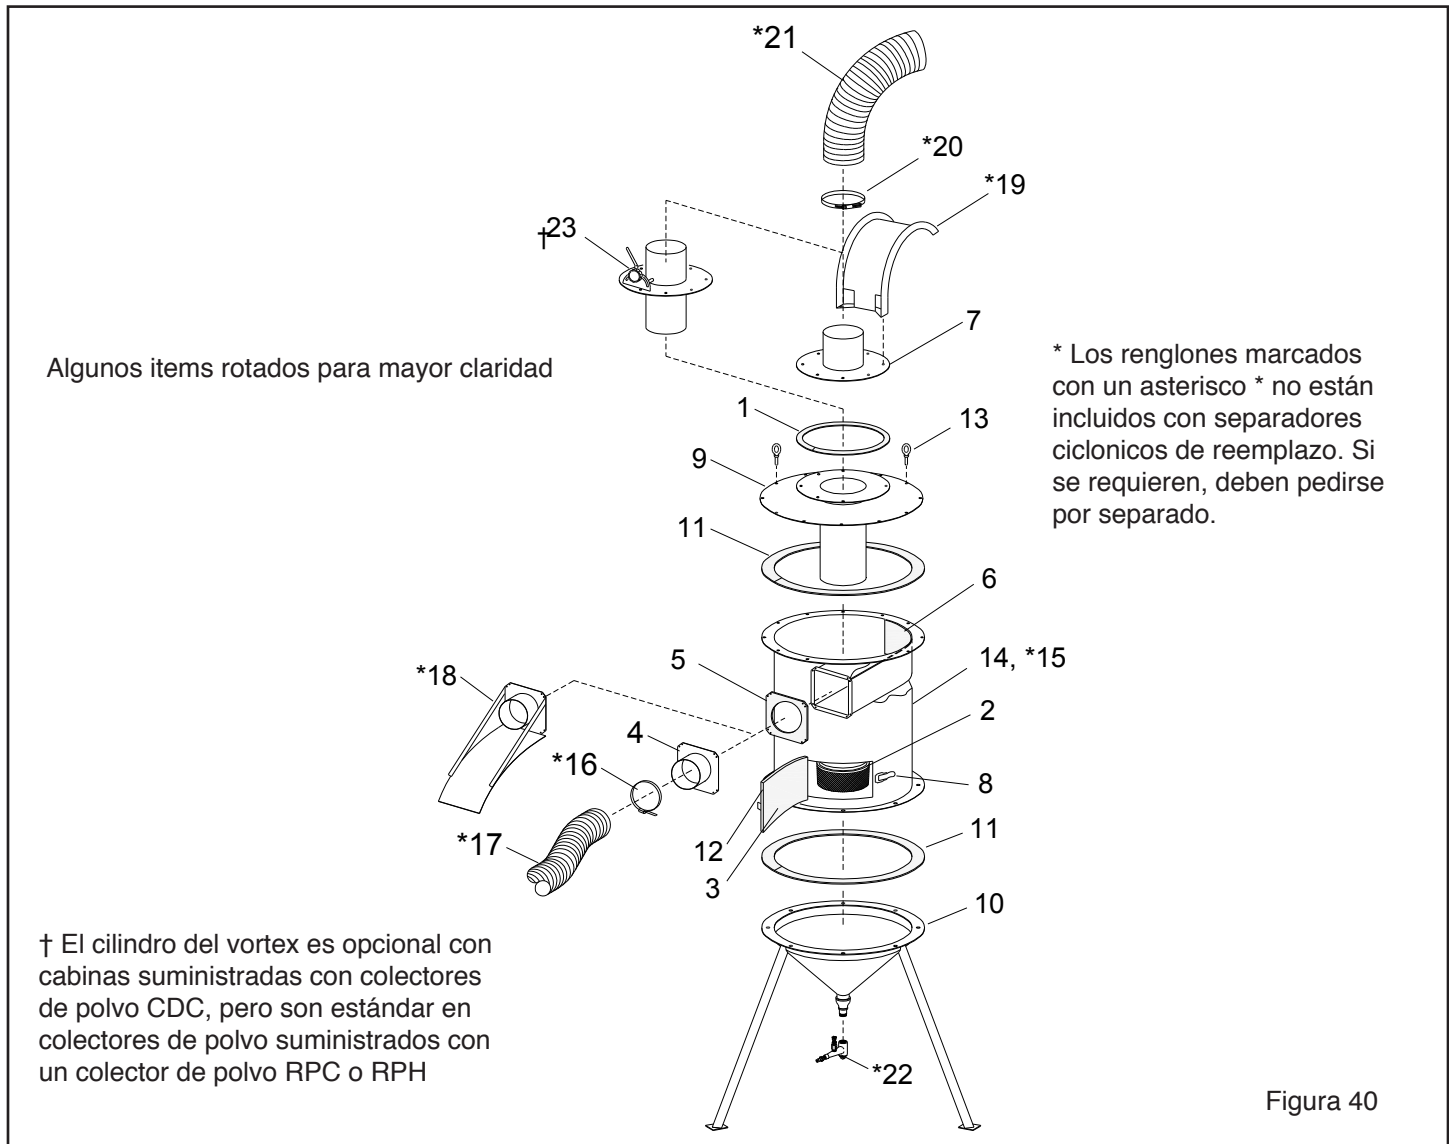

Figura 40
9.12 Piezas de Repuesto para Separador ciclonico de 900 PCM Figura 40